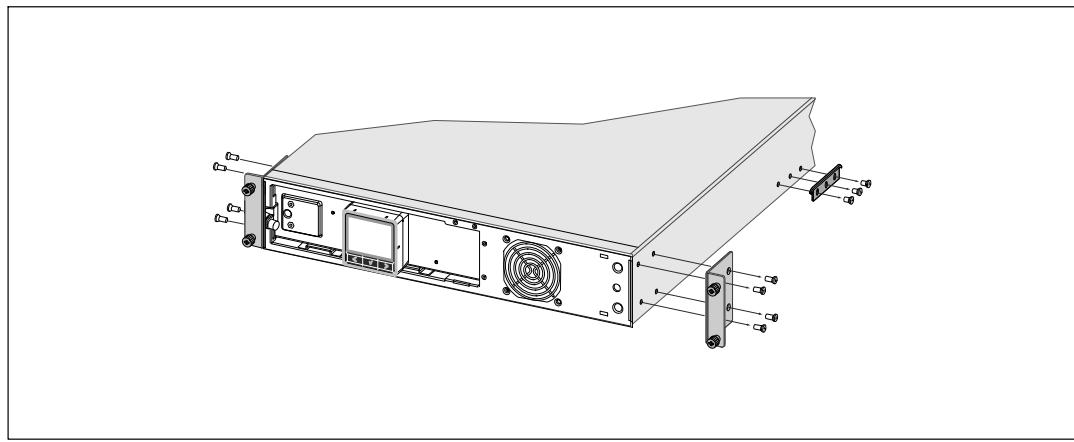

図19. マウンティング・ブラケットおよびリヤホールドダウンブラケットの取り外し方
- 1 Phillips®の#2スクリュードライバーを使って、UPSからマウンティング・ブラケットおよびリヤホールドダウンブラケットを取り外します。（図19を参照）。